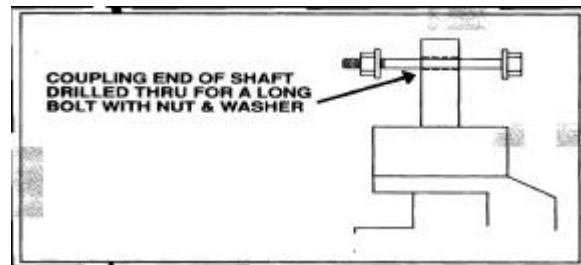

FIGURA 57 – ENSAMBLE DE PERNO, TUERCA Y ARANDELA
13. Rosque un perno largo, una arandela y una tuerca a través del orificio en el extremo del eje. (Consulte la Figura 57).